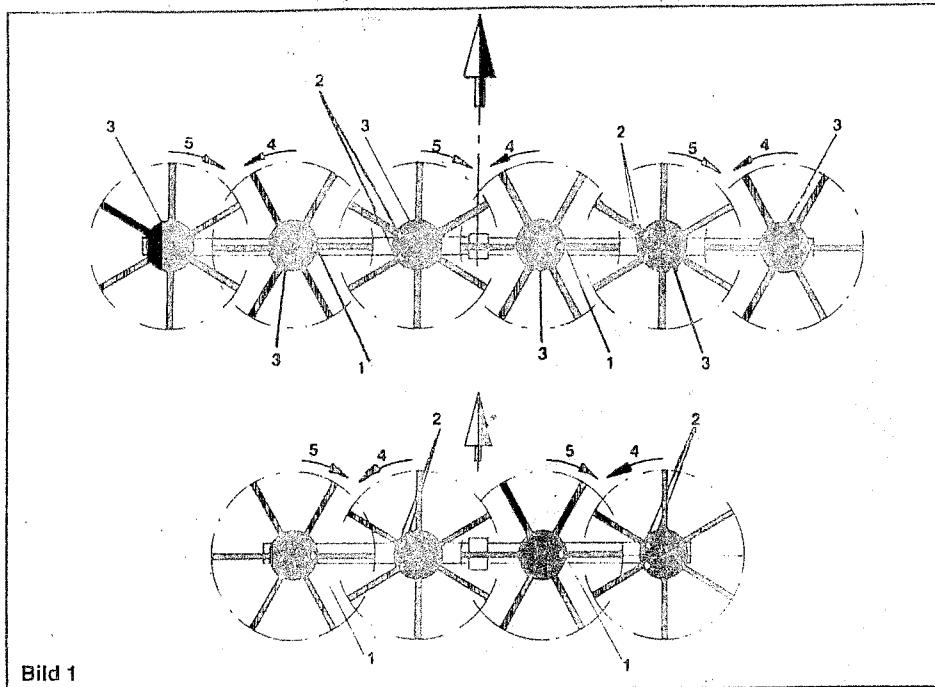

Bild 1
Die Montage erfolgt bei ausgeschwenkter Maschine (Arbeitsstellung). Es ist darauf zu achten, daß vor der Montage der Zinkenarme die gelbe Markierung auf den Kreiseltellern (Bild 1, Pos. 1 u. 2) eingestellt wird. Die Zinkenarme sind unterhalb der Zinkenteller (Bild 1, Pos. 3) durch die dafür vorgesehenen Löcher mit je einer Sechskantschraube M12x35 und M12x40, zwei Scheiben und zwei Sicherungsmuttern fest zu verschrauben. Die linken Zinkenarme (siehe Abziehbild am Bund Zinkenarme) müssen an die linksdrehenden Kreisel (Bild 1, Pos. 4) montiert werden. Die rechten Zinkenarme (siehe Abziehbild am Bund Zinkenarme) werden an die rechtsdrehenden Kreisel (Bild 1, Pos. 5) montiert. Nach der ersten Betriebsstunde sind die Schrauben zu kontrollieren, und falls nötig, nachzuziehen!
Le montage se fait lorsque la machine est en position de travail. Veillez à ce que le marquage en jaune sur les plaques des toupies (Fig. 1, rep. 1 et 2) soit réglé avant le montage des bras dentés. Il faut visser fermement les bras dentés au-dessous des plaques de dents (Fig. 1, rep. 3) par les alésages prévus à cet effet au moyen d'une vis à 6 pans M 12x35 et M 12x40, deux rondelles et deux écrous de sécurité pour chaque. Il faut monter les bras dentés gauches (voir décalcomanie au collet des bras dentés) aux toupies tournant à gauche (Fig. 1, rep. 4).
Il faut monter les bras dentés droits (voir décalcomanie au collet des bras dentés) aux toupies tournant à droite (Fig. 1, rep. 5). Après la première heure de service, contrôler les boulons. Si nécessaire, les resserrer!
Fitting is carried out with the machine in the working position. Set the yellow marks on the rotor plates (Fig. 1, item 1 and 2) before fitting the tine arms. The tine arms must be bolted below the tine plates (Fig. 1, item 3) through the holes provided using an M 12x35 and an M 12x40 bolt, each with two washers and two locknuts. The left hand tine arms (refer to the decal on the collar of the tine arms) must be fitted to the rotors turning to the left (Fig. 1, item 4). The right-hand tine arms (refer to the decal on the collar of the tine arms) are mounted to the rotors turning to the right (Fig. 1, item 5). After the first few service hours, check the bolts and re-tighten as necessary.
Voor de montage moet de machine zich in uitgezwenkte stand (werkstand) bevinden. Man dient erop te letten, dat vóór de montage van de vorkarmen de gele markering op de rotatieschijven (afb. 1, pos. 1 en 2) wordt ingesteld. De vorkarmen moeten aan de onderkant van de vorkschiiven (afb. 1, pos. 3) door de daarvoor bestemde gaten stevig worden vastgeschroefd met telkens een zes-kantschroef M 12x35 en M 12x40, twee schijven en twee veiligheidsmoeren. De linker vorkarmen (zie etiket op de bundel vorkarmen) moeten op de naar links draaiende rotatieschijven worden gemonteerd (afb. 1, pos. 4). De rechter vorkarmen (zie etiket op de bundel vorkarmen) moeten op de naar rechts draaiende rotatieschijven worden gemonteerd (afb. 1, pos. 5). Nadat de machine één uur in bedrijf is geweest, moeten de schroeven gecontroleerd en indien nodig opnieuw vastgedraaid worden.
Monteringen utförs med maskinen utsvängd (arbesläge). Se till före monteringen av rotorarmarna att tallrikarna är inställda enligt de gula markeringarna (bild 1 pos 1 och 2). Rotorarmarna skruvas fast på tallrikarnas undersida (bild 1 pos 3) i därför avsedda hål med sexkantskruvar M12x35 och M12x40, två brickor och två låsmuttrar. De vänstra rotorarmarna (se dekal på förpackningen) skall monteras på de vänsterroterande rotorerna (bild 1 pos 4) och de högra armarna skall monteras på de högerroterande rotorerna (bild 1 pos 5). Kontrollera muttrarhas åtdragning efter den första arbetstimmen.
Il montaggio si svolge a macchina aperta (posizione di lavoro). Osservare bene i piatti contrassegnati di colore giallo e registrarli prima del montaggio (fig. 1, pos. 1 e 2). I braggi portadenti vengono montati sulla parte inferiore del disco (fig. 1, pos. 3) tramite due viti esagonali M12x35 e M12x40, due rondelle e due dadi autobloccanti. Montare gli spargitori di sinistra (osservare la calcomania).
nia) ai giroscopi sinistrosi (fig.1, pos.4).
destrosi (fig.1, pos.5).